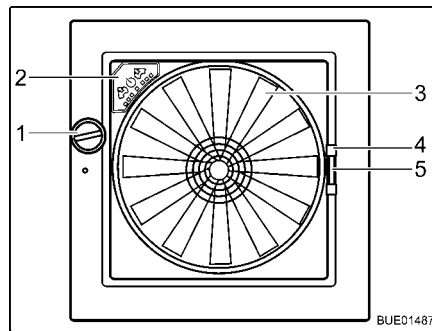

Fig. 115 Oblò Omni-Vent
- Apertura:** ■ Ruotare la manopola (Fig. 115,1), finché non si raggiunge l'angolo di apertura desiderato.
- Chiusura:** ■ Ruotare la manopola (Fig. 115,1), finché l'oblò non è completamente chiuso.
- Chiusura:** ■ Tirare la protezione contro gli insetti per la maniglia (Fig. 115,4) verso il lato opposto del telaio.
- Chiusura:** ■ Serrare la maniglia (Fig. 115,5) dell'oscurante.
Se l'oblò è aperto, l'abitacolo può essere ventilato e sfiato con il ventilatore a 6 stadi (Fig. 115,3). Il ventilatore si controlla dal quadro di comando (Fig. 115,2).